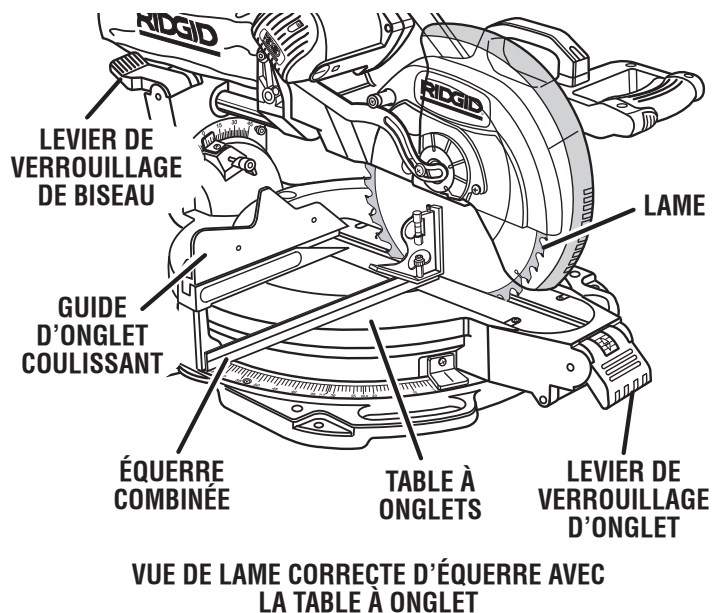

Fig. 29
- Le bord de l'équerre et la lame doivent être parallèles, comme le montre la figure 29.